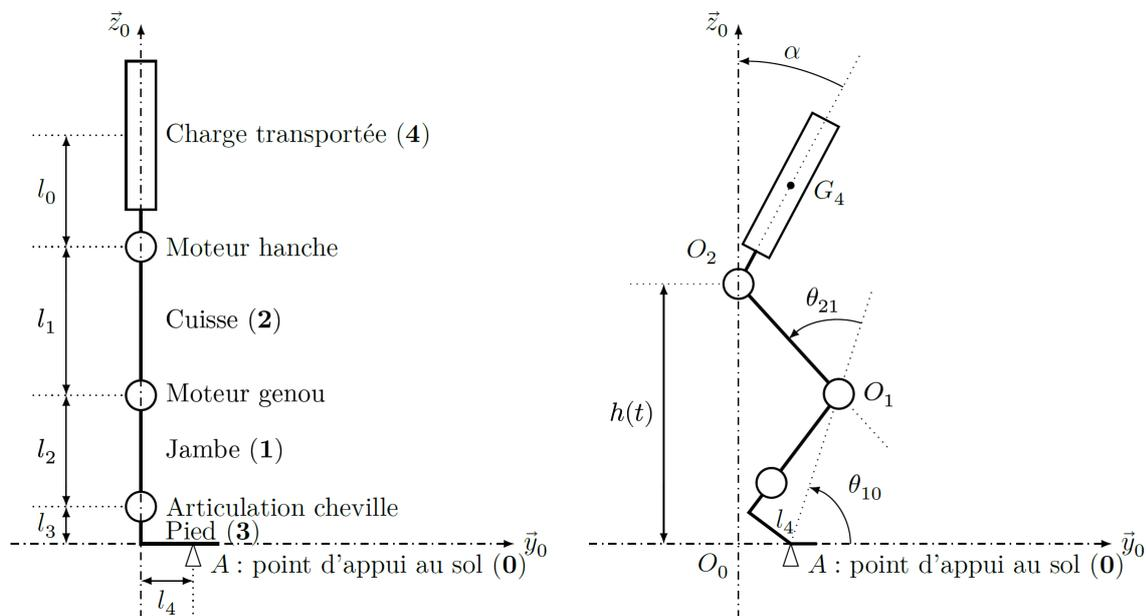

Figure 4 – Modèle d'étude plan position debout et fléchié
L'étude se limite au passage de la position accroupie à la position relevée de l'exosquelette. Lors de ce passage, le point O2 est en mouvement de translation verticale suivant la direction  $\vec{z}_0$  et sa vitesse de déplacement évolue selon une loi trapézoïdale. Un modèle plan de la chaîne cinématique ouverte représente la partie inférieure de l'exosquelette en position debout et fléchie (figure 4).
**Question 4** Effectuer le graphe de liaison du mécanisme de la figure 4, on se limitera aux solides 1, 2, 3 et 4.